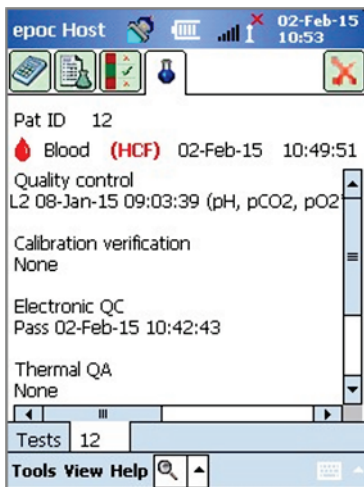

Figure 59
- c. Accédez au quatrième onglet (Figure 59) afin d'afficher l'état AQ lors de l'exécution du test.